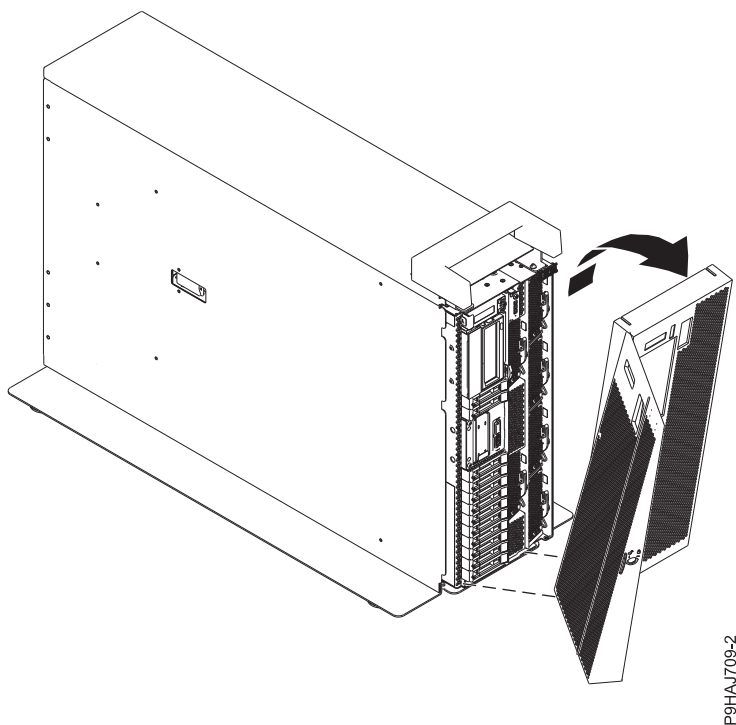

Abbildung 11. Vordere Abdeckung ausbauen
4. Ziehen Sie die Abdeckung aus dem System (siehe Abb. 11). Die Abdeckung weist eine Vertiefung auf, an der Sie sie leichter festhalten können.